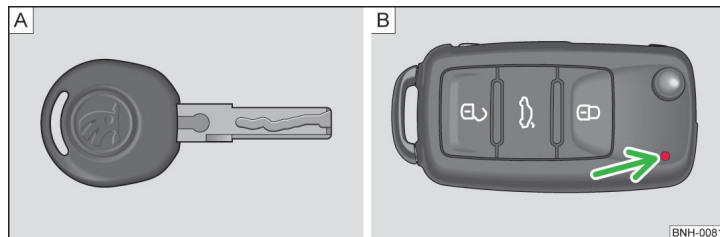
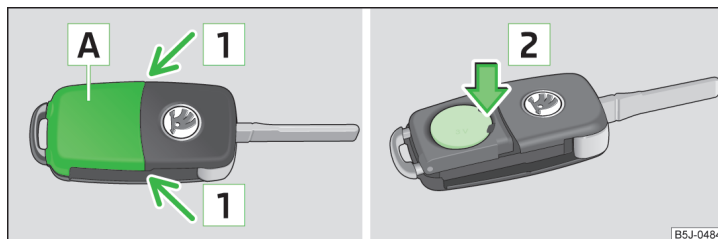

Fig. 25 Cheie: fără telecomandă / cu telecomandă
Fig. 26 Cheia cu telecomandă: îndepărtarea capacului/extragerea bateriei
La livrarea autovehiculului primiți două chei. În funcție de echipare, autovehiculul dumneavoastră poate fi echipat cu chei fără comandă de la distanță » fig. 25-A sau cu chei cu comandă de la distanță » fig. 25-B.
Fiecare cheie cu telecomandă conține o baterie, care se găsește sub capacul **A** » fig. 26. Când bateria este descărcată, după apăsarea unei taste, lampa de control de culoare roșie » fig. 25 la pagina 43 - **B** de pe cheia cu telecomandă nu luminează intermitent. Vă recomandăm să vă adresați unei unități autorizate pentru înlocuirea bateriei cheii. Dacă doriți totuși să înlocuiți singur bateria descărcată, procedați în felul următor:
- Apăsați capacul bateriei cu degetul mare sau cu o șurubelniță cu vârf plat, în locurile marcate cu săgețile **1** » fig. 26.